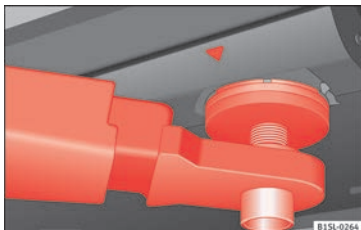
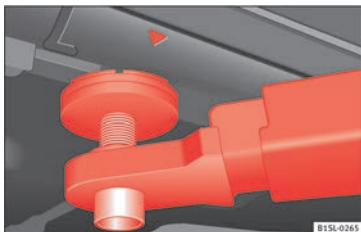

Abb. 156 Aufnahmepunkte vorn zum Anheben mit der Hebebühne oder dem Wagenheber.
Abb. 157 Aufnahmepunkte hinten zum Anheben mit der Hebebühne oder dem Wagenheber.
Das Fahrzeug darf nur an den in den Abbildungen » Abb. 156 und » Abb. 157 gezeigten Punkten angehoben werden. Wenn das
- Fahrzeug nur an den in den Abbildungen » Abb. 156 und » Abb. 157 gezeigten Punkten anheben. Wenn das Fahrzeug nicht an